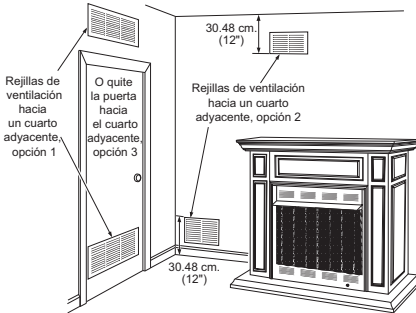

Figura 4 - Aire del interior de la construcción para ventilación
Este aire fresco viene de un espacio adyacente no confinado. Cuando se ventila un espacio adyacente no confinado, se deben proporcionar dos aberturas permanentes: una a 30.48 cm (12") o menos del techo y otra a 30.48 cm (12") o menos del suelo en la pared que conecta los dos espacios (consulte las opciones 1 y 2, de la figura 4 en la página 7). También se puede quitar la puerta de la
habitación adyacente (consulte la opción 3, en la figura 4, página 7). Consulte el *Código Nacional de Gas Combustible, ANSI Z223.1/NFPA 54, Aire para combustión y ventilación* para conocer el tamaño requerido de las rejillas o ductos de ventilación.
- donde cortinas, muebles, ropa u otros objetos inflamables estén a menos de 0.914m (36") de las partes anterior, 1 m (42") de la superior de la abertura del calefactor. Distancias mínimas de los alrededores consulte figura 4, página 10